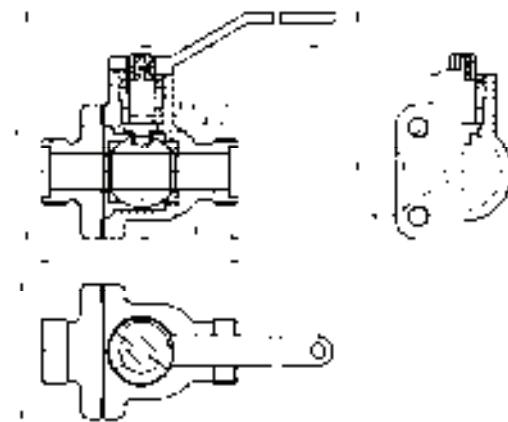

图 9-29 标注尺寸后的装配图
(1) 标注尺寸 在装配图中，不需要将每个零件的尺寸全部标注出来，需要标注的尺寸有规格尺寸、装配尺寸、外形尺寸、安装尺寸以及其他重要尺寸。在本例中，只需要标注一些装配尺寸，而且其都为线性标注，比较简单，前面也有相应的介绍，这里就不再赘述，图 9-29 所示为标注后的装配图。